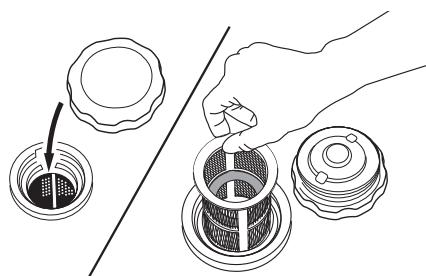

рис. 16
- Снимите пластмассовый фильтр, расположенный под крышкой горловины топливного бака (рис. 16).